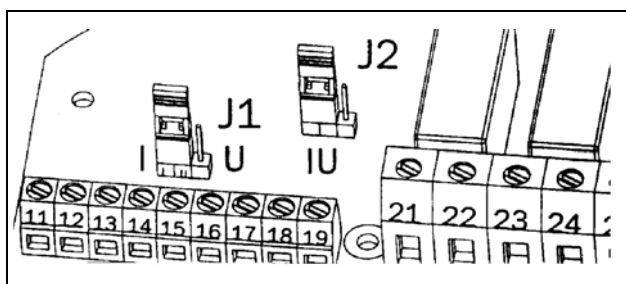

Рис. 52 Выбор В / мА для аналогового выхода.
2. Установите перемычку J2 на плате управления в положение, соответствующее напряжению (U) или току (I). Заводская установка – напряжение. См. рис. 52 на с. 52 и рис. 24 на с. 28.